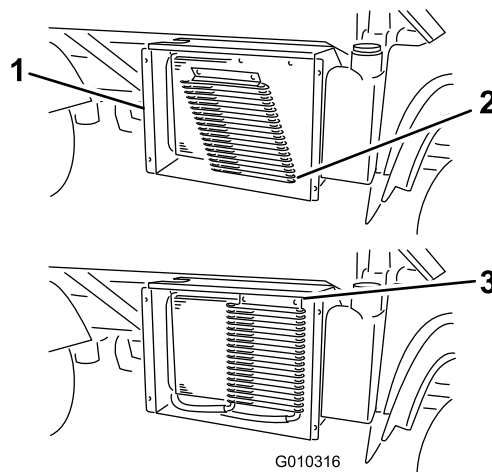

Figura 53
6. Se estiver equipado, rode as patilhas e incline o refrigerador de óleo afastando-o do radiador (Figura 53).